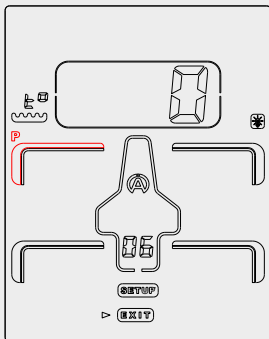

Figura 17
- 2) La prima icona « P » (pressione) sul pneumatico anteriore sinistro appare per primo lampeggiando (figura 17).